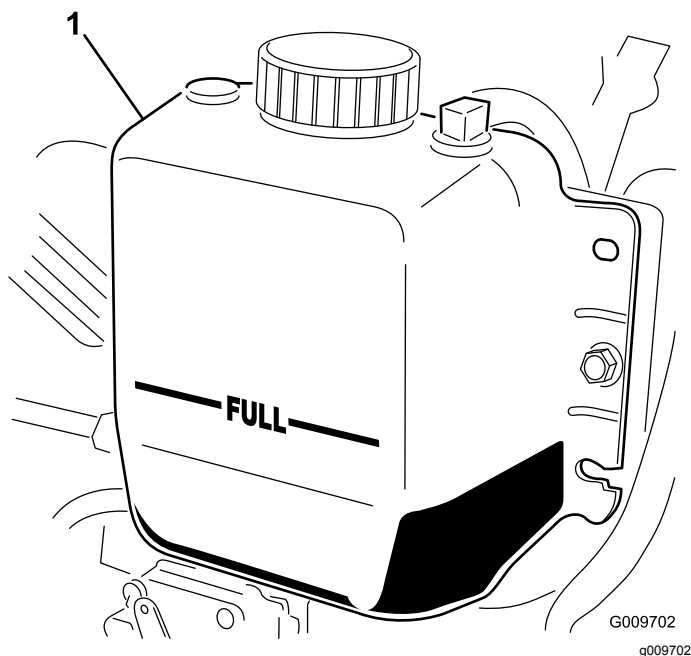

図 63
2. ラジエーター内部の液量を点検する。ラジエーターは補給口の首の部分まで、補助タンクはFULLマークまであれば適正です 図 63。